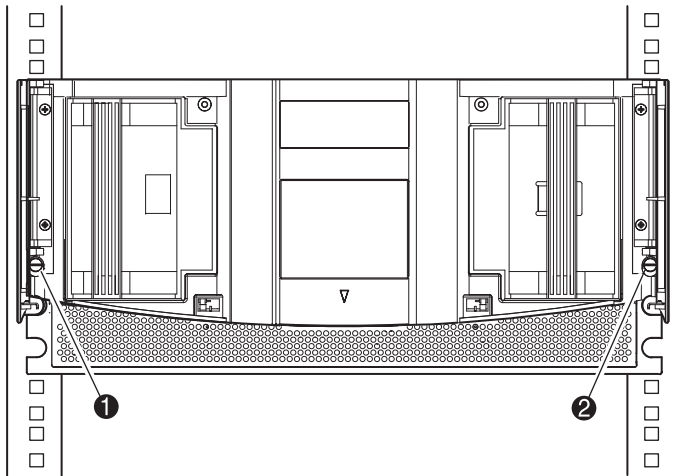

Abbildung 2-5. Befestigen der Library
10. Befestigen Sie die Frontabdeckung bei geöffneten Türen mit den beiden Befestigungsschrauben am Speicher-Rack (siehe Abbildung 2-5). Schließen Sie die Türen.